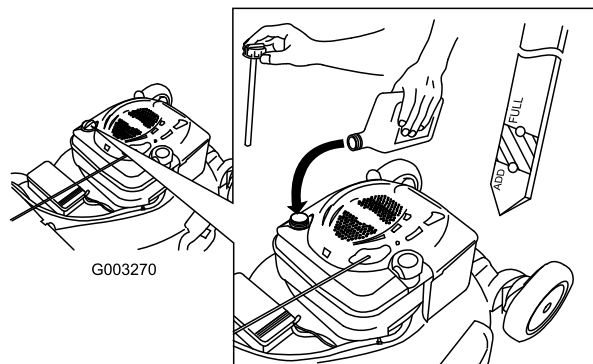

Figure 6
1. Retirez la jauge (Figure 6).
2. Versez de l'huile **lentement** dans le goulot de remplissage pour faire monter le niveau de liquide jusqu'au repère du plein (Full) sur la jauge (Figure 6). **Ne remplissez pas excessivement.** (Remplissage max. : 0,59 l, type : huile détergente SAE 30 de classe de service API SF, SG, SH, SJ, SL ou supérieure.)